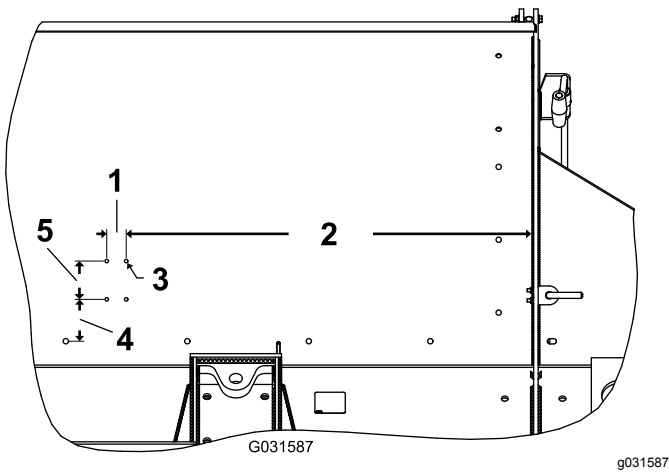

图18
1. 在料斗侧面钻出 4 个安装孔 7mm。请参阅 图18 了解钻孔尺寸信息。